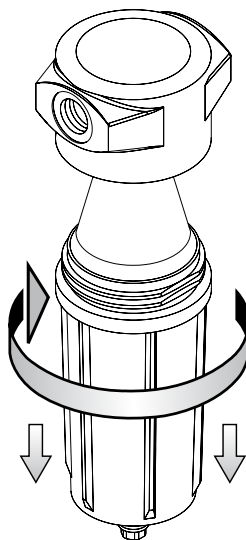

рис. 3
2. Снимите стакан сепаратора (рис. 3).